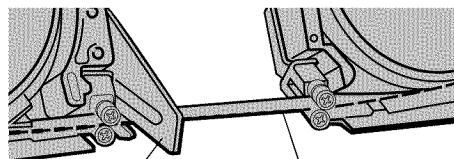

FIG. 5
- a. Placer la lame de sorte que les dents se trouvent vers le bas et orientées vers la butée (fig. 5).